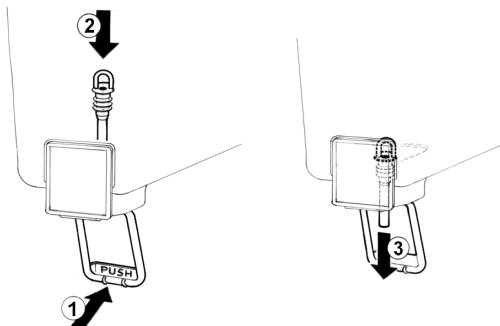

Bild 4
- 2 **Ausschlauchventil:** den Betätigungshebel des Ventils drücken (1) und den Ausschlauch in den Behälter einfügen (2). Am unteren Ende des Ausschlauchs leicht nach unten ziehen (3) bis er genau sitzt (Bild 4).